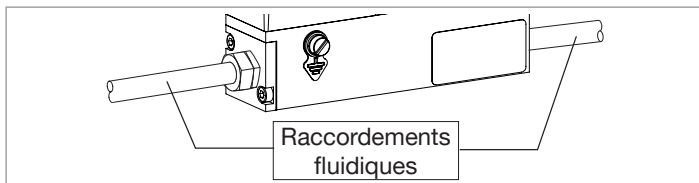

Fig. 24: Raccordements fluidiques, par exemple raccords filetés
- Débrancher les raccordements fluidiques. Voir Fig. 24.